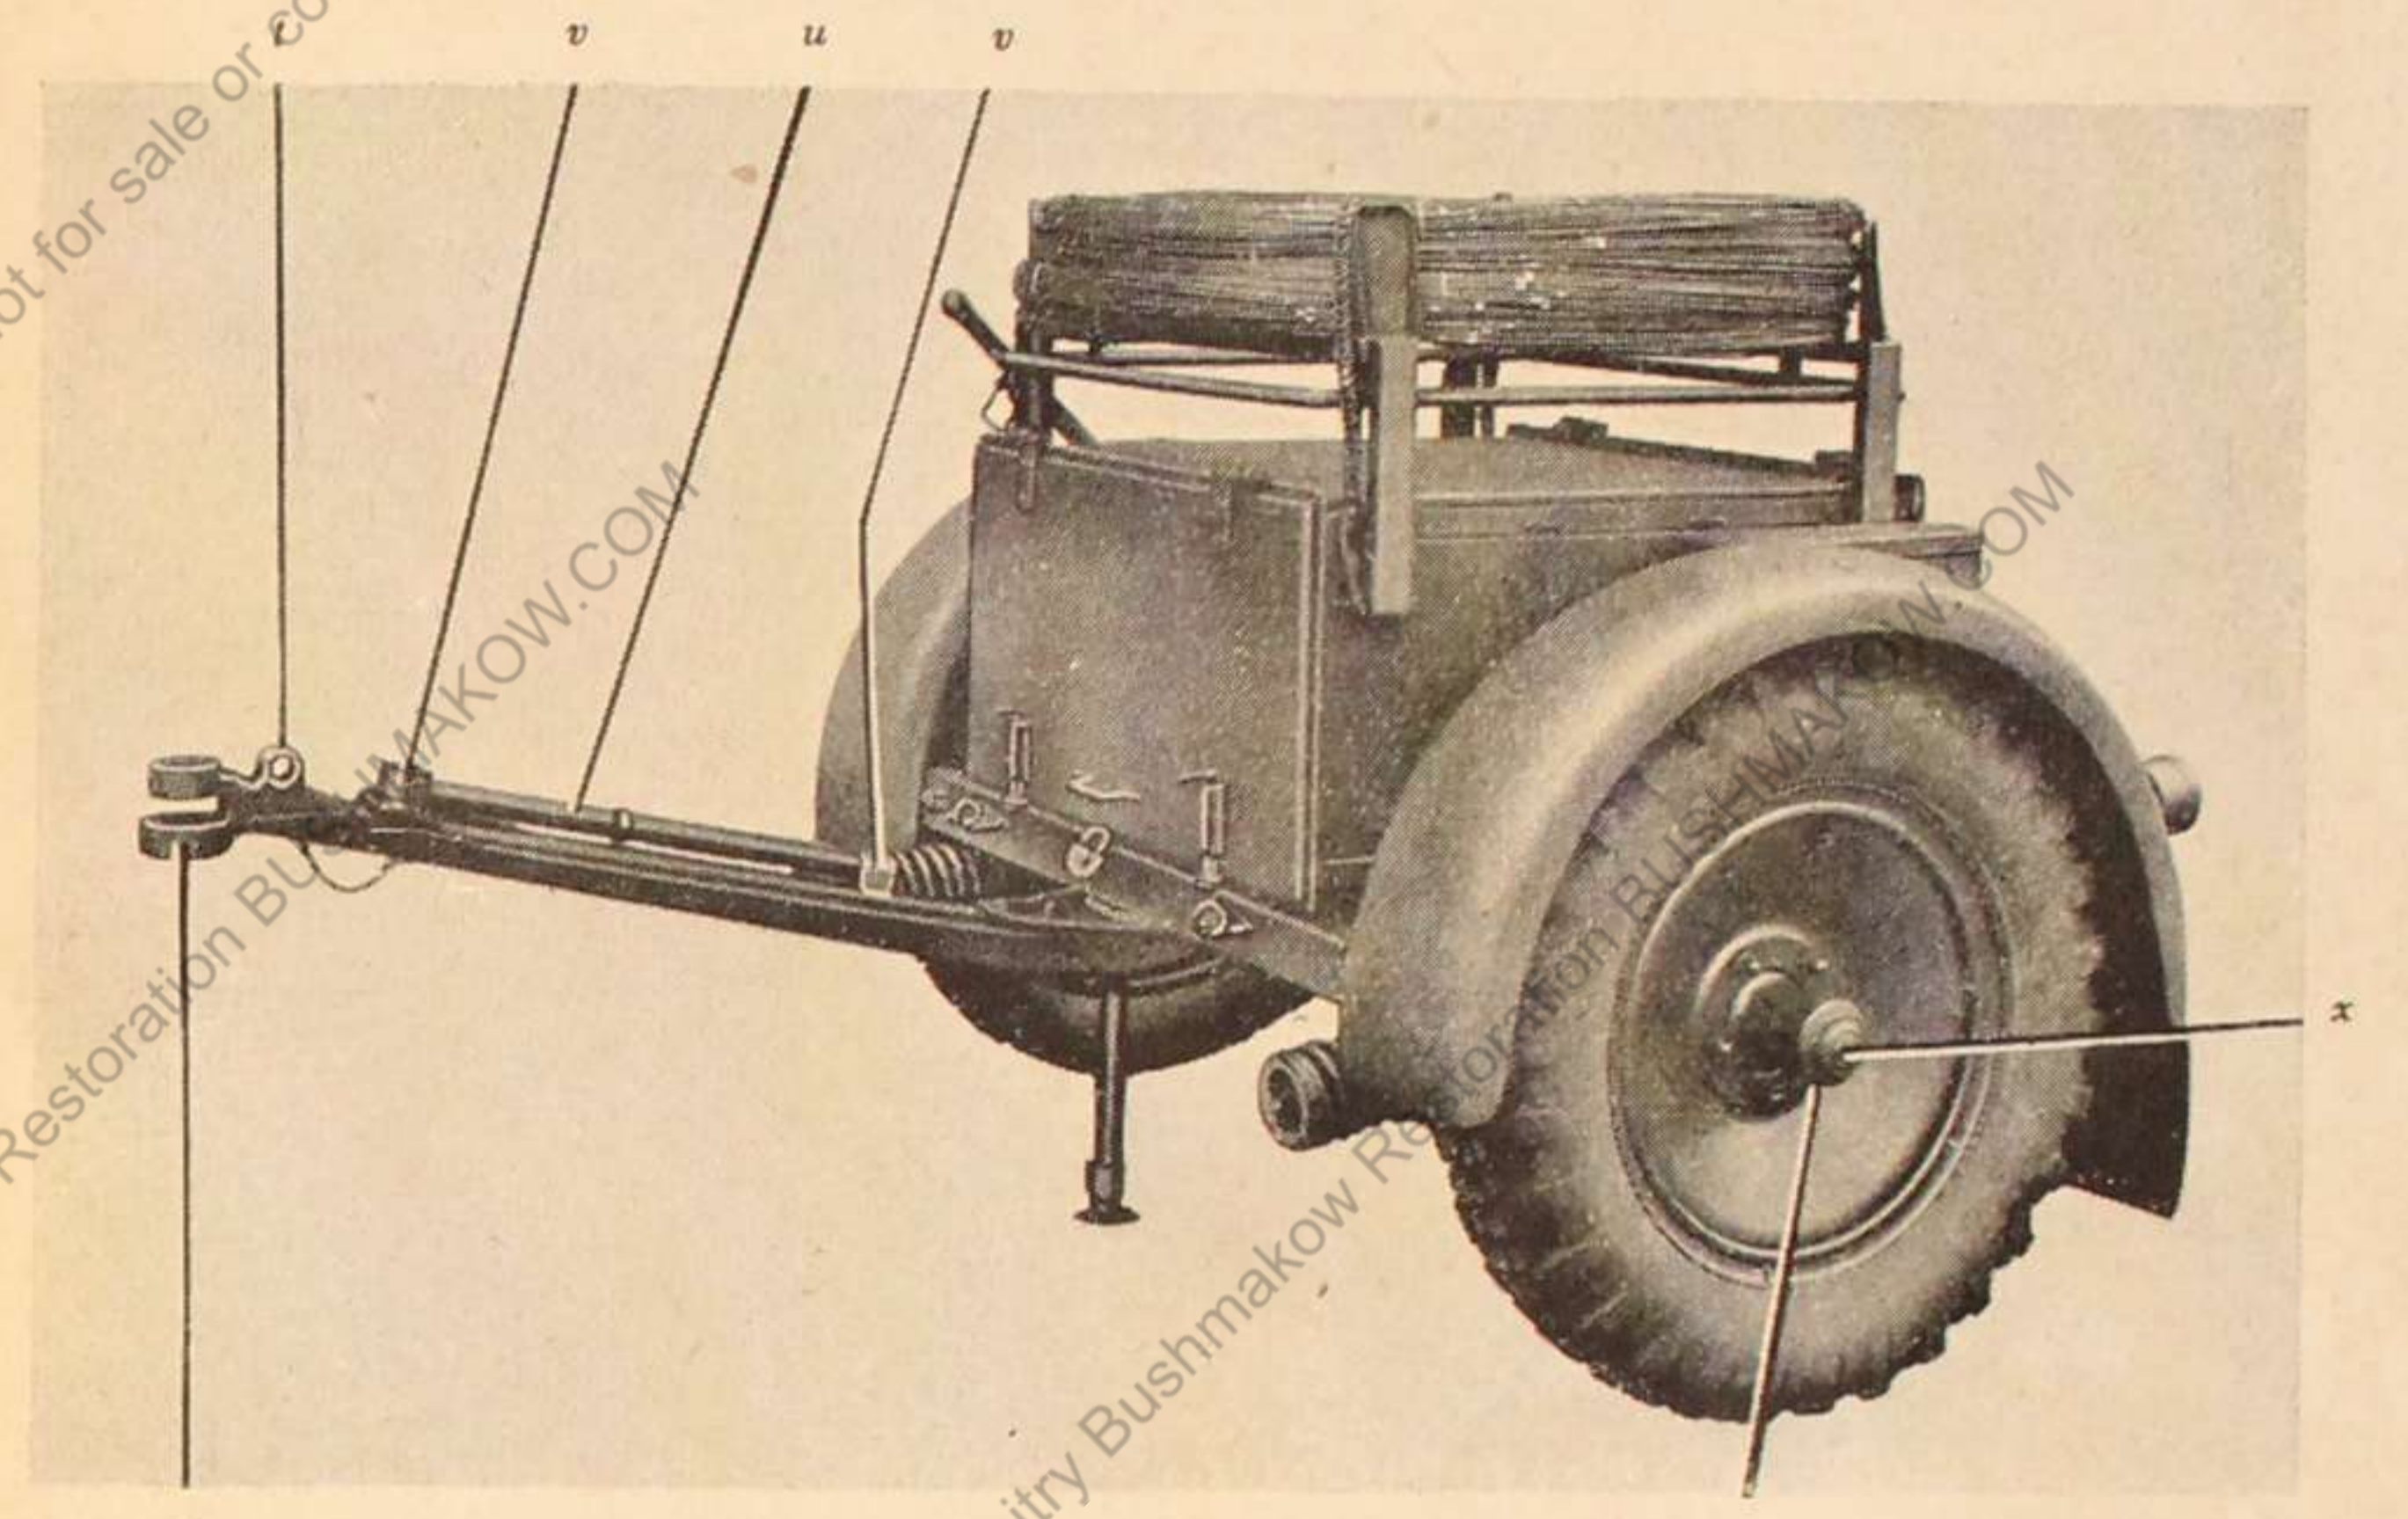

Bild 2.
- a) Anhänger aufbocken, Sprengring (Bild 2/w) entfernen und Radkapsel (x) mit Schlüssel für Radkapsel (Bild 6/A) abschrauben (beiderseits Rechtsgewinde).